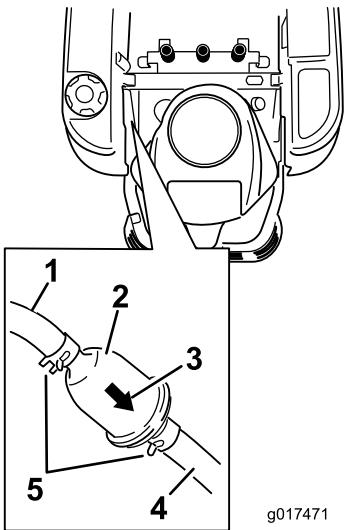

Figura 46
3. Localize o filtro do combustível na parte lateral do motor (Figura 46).
4. Aperte as pontas dos grampos da tubagem e afaste-as do filtro (Figura 46).
7. Mova as abraçadeiras para junto do filtro (Figura 46) para o fixar no lugar.